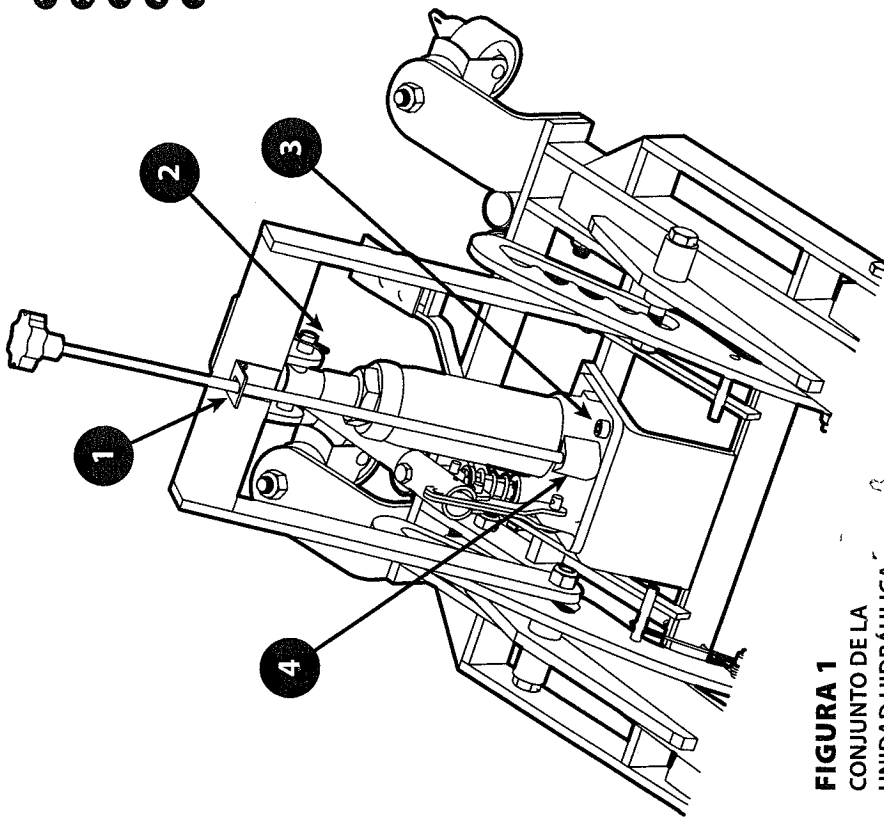
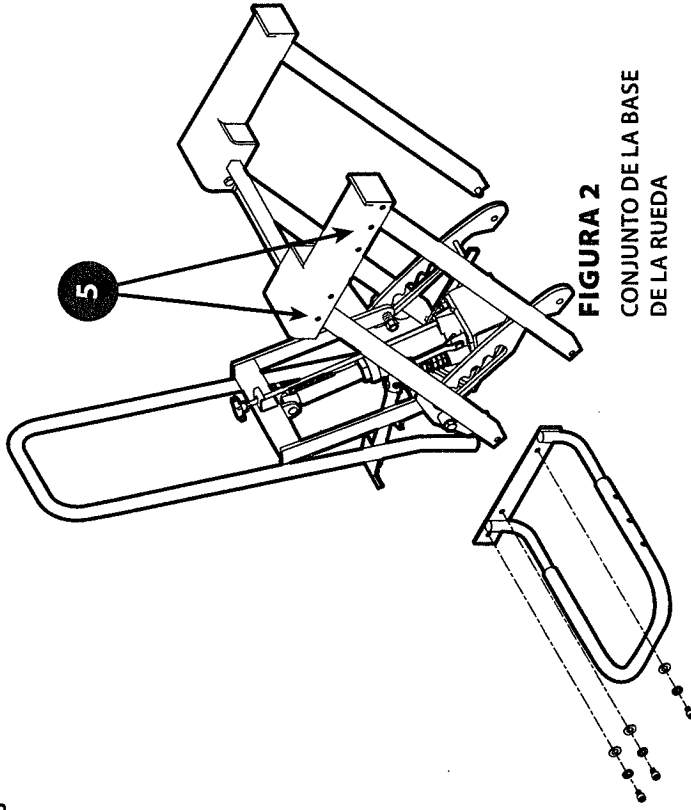

FIGURA 1
FIGURA 2
1. Coloque la unidad hidráulica en el receptor y fjela con los pernos de M8 x 1,25 provistos. (Figura 1)
5. Instale la manija de posición en el bastidor y fjela con los pasadores provistos (2).
6. Coloque dos soportes de la rueda en los lados de la plataforma de elevación. (Figura 2)